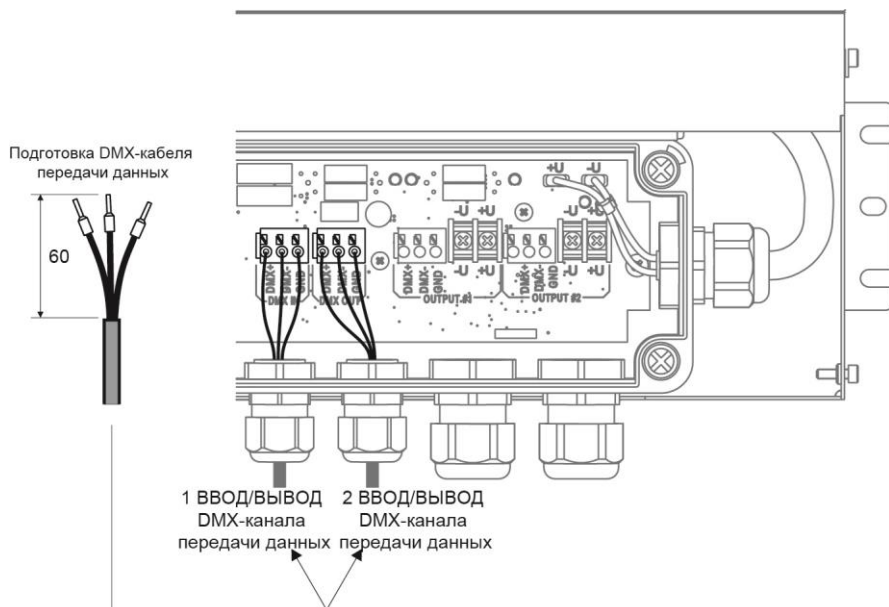

Рис. 11. Соединения на входе канала данных управления в блоке питания
2. См. Рис. 11. Подготовьте кабель для передачи данных для подключения к блоку питания, зачистив 60 мм (2,4 дюйма) оболочки кабеля от его конца. Зачистите последние 10 мм (0,4 дюйма) проводов кабеля для передачи данных для заземления, +ve (горячий) и -ve (холодный). Рекомендуется использовать зажимы (оконечные элементы типа «I»).
2. См. Рис. 11. Подготовьте DMX-кабель для подключения к блоку питания, зачистив 60 мм (2,4 дюйма) оболочки кабеля от его конца. Зачистите последние 10 мм (0,4 дюйма) проводов кабеля для передачи данных для заземления, +ve (горячий) и -ve (холодный). Рекомендуется использовать зажимы (оконечные элементы типа «I»).